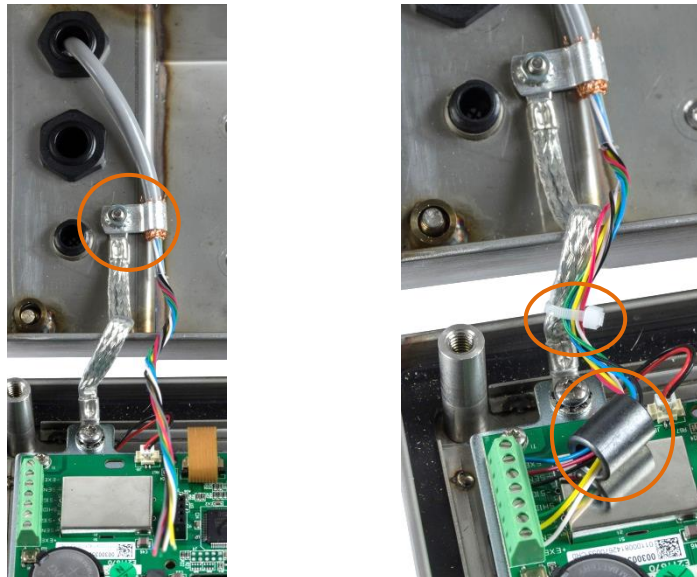

Figura 2-30: Instalación de la ferrita del cable de la celda de carga analógica y conexión a tierra del chasis, IND236
5. Conecte la pinza de conexión a tierra en la caja con el tornillo de fijación de la bisagra de la caja, como se muestra en la Figura 2-30 (izquierda).